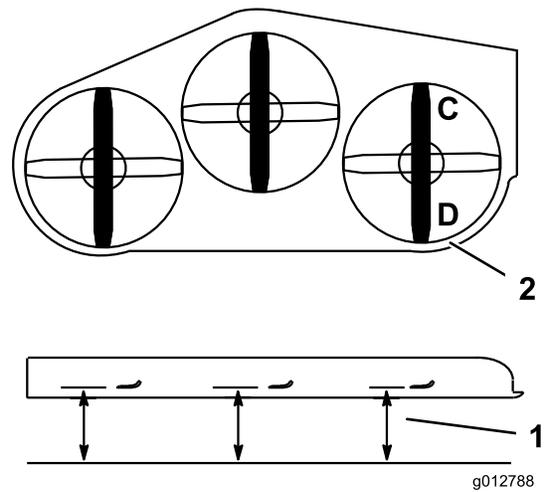

図 87
1. 右側のブレードを前後方向に向ける(図 87)。
2. **C**位置で、平らな床面から右側ブレードの刃先までの高さを測り、測定値を記録する(図 87)。
3. **D**位置で、平らな床面から右側ブレードの刃先までの高さを測り、測定値を記録する(図 87)。
4. **C**位置におけるブレードの高さが、**D**位置におけるブレードの高さよりも 6~10 mm 低ければ適正である(図 87)。高さの差がこの範囲内には以下の手順で調整する。